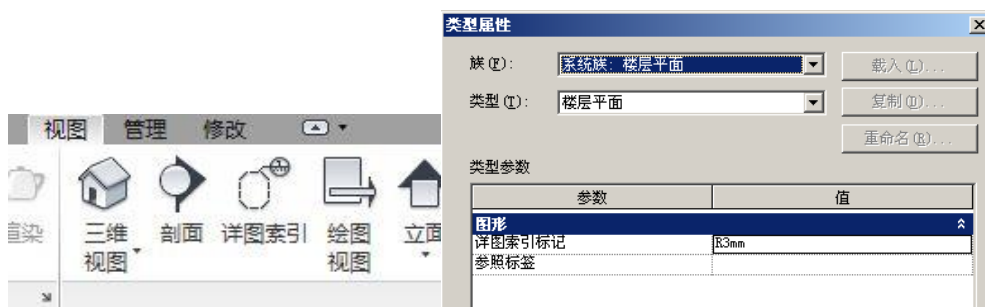
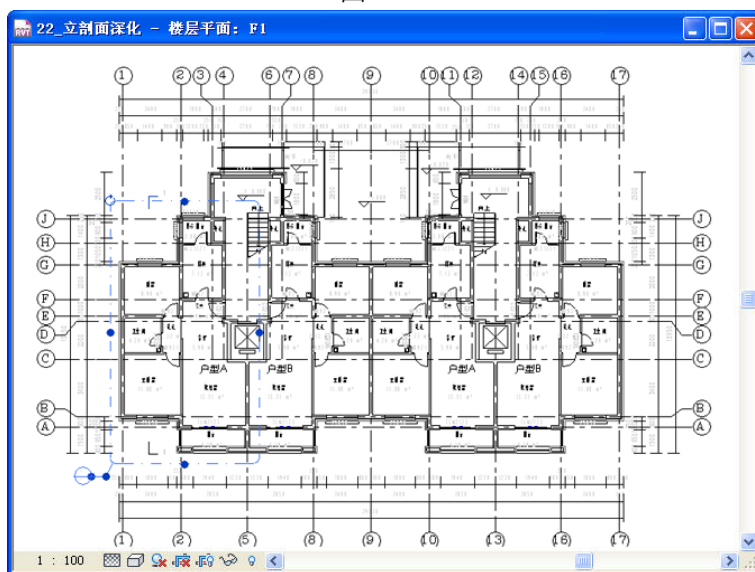

图 7-1
图 7-2
- 2) 进入平面视图 F1，点击“视图”选项卡>“详图索引”工具，在类型选择器中选择“楼层平面：楼层平面”并修改其类型属性中“详图索引标记”为“R3mm”，“参照标签”为空（如图 7-1 所示），完成设置后，在图示位置框选生成“详图索引 F1”平面（如图 7-2 所示）。